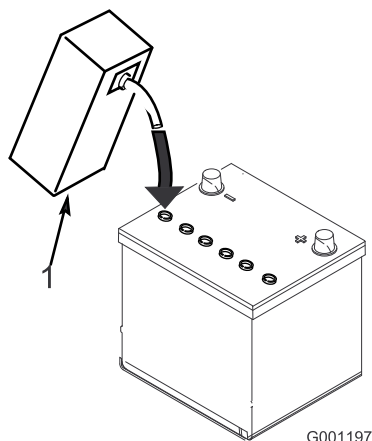

図 5
3. 各セルの電極板が液面下 6 mm程度に水没するまで、電解液を慎重に入れる (図 5)。
4. 電極板が液を吸収するまで20~30分間程度待つ。必要に応じて、電極板が 6 mm程度水没するぐらいに電解液を補充する (図 5)。